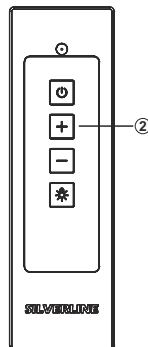

Abb. 20
1. ➔ Drücken Sie über Fernbedienung die Taste (+) die Tasten (Abb. 20).